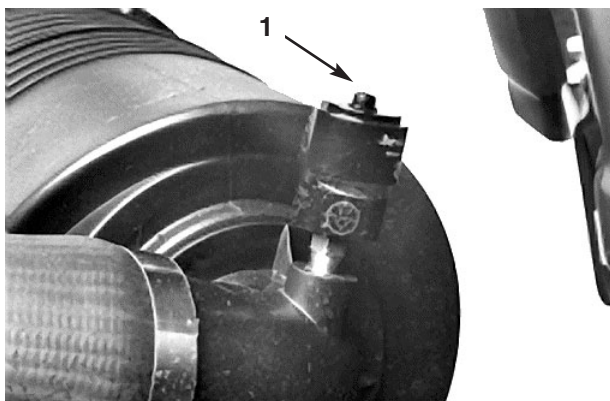

Figure 27
2. Faites l'entretien des filtres à air quand l'indicateur de colmatage (Fig. 27) est rouge ou toutes les 400 heures (plus souvent s'il y a beaucoup de poussière ou de saleté). N'effectuez pas l'entretien du filtre à air trop souvent.
8. Réarmez l'indicateur de colmatage (Fig. 27) s'il est rouge.